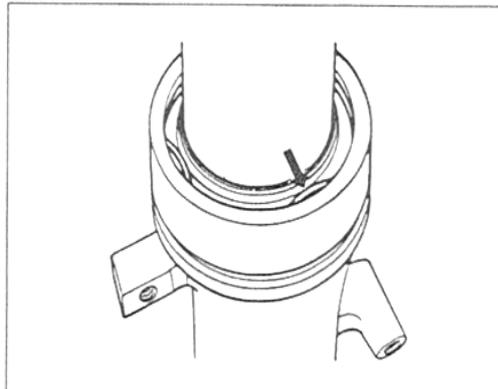

Bild 184
- Staubmanschette von Sitz loshebeln (Bild 183) und Anschlag-Federring aushebeln (Bild 184).